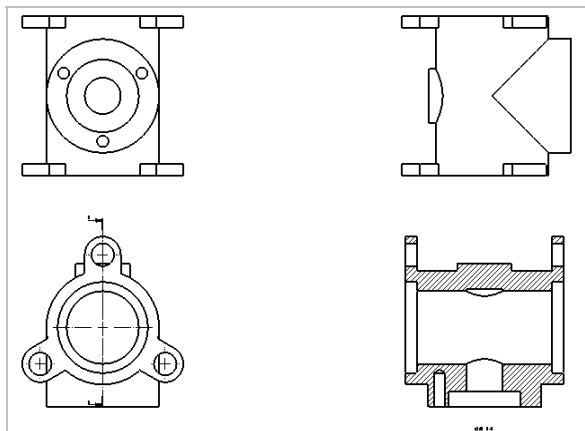

图 11-34 创建剖面视图效果
(5) 单击【是】按钮，向右移动鼠标至合适位置，单击鼠标左键，并单击【确定】按钮，即可创建剖面视图，如图 11-34 所示。